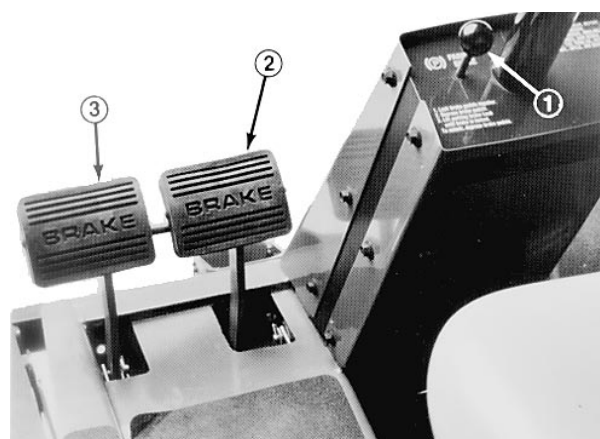
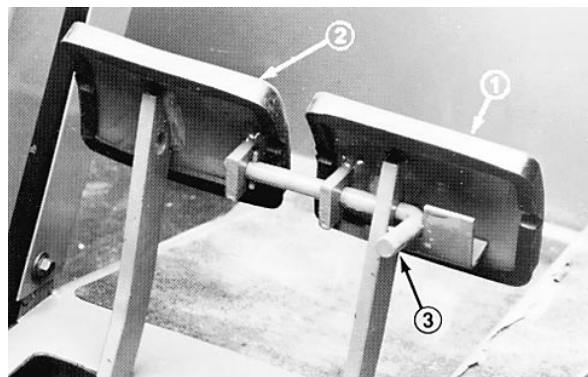

Fig. 7
Fig. 8
**Freni di esercizio** (Fig. 7)—I pedali dei freni sinistro e destro sono collegati alle ruote anteriori sinistra e destra. I freni funzionano indipendentemente l'uno dall'altro quindi possono essere utilizzati per sterzate a tornante o per aumentare la trazione se una ruota tendesse a slittare su un pendio. Utilizzando i pedali per sterzare bruscamente su prati bagnati o soffici si può danneggiare l'erba; per un rapido arresto premere entrambi i pedali insieme. Collegare sempre i freni quando si trasporta il trattorino.
**Freno di stazionamento**—Quando il motore è spento innestare sempre il freno di stazionamento per impedire movimenti accidentali. Per innestare il freno di stazionamento spingere la leva di bloccaggio (Fig. 8) sul pedale del freno sinistro in modo che si blocchi insieme con il pedale destro. Ora spingere a fondo su entrambi i pedali, tirare la manopola del freno di stazionamento (Fig. 7), quindi rilasciare i pedali. Per rilasciare il freno di stazionamento premere entrambi i pedali fin quando la manopola del freno non si retrae. Prima di avviare il motore si può comunque disinneare la leva di bloccaggio dal pedale del freno sinistro in modo che i pedali funzionino indipendentemente sulle ruote anteriori.